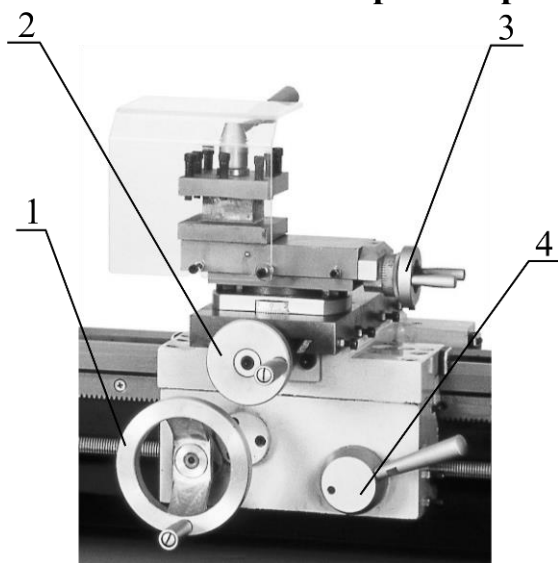

Рисунок 13.
Включите станок. Подведите резец к заготовке. Переместите резец на глубину резания, рукояткой 2. При помощи маховика ручного перемещения каретки суппорта 1 или рукоятки ручного перемещения верхних салазок суппорта 3 перемещайте резец. Продолжайте обработку на необходимую длину. После этого резец отведите от заготовки. (см. рис.13).
5. Отведите инструмент от заготовки. После этого вручную переместите каретку суппорта в исходное положение. (см. рис.13).